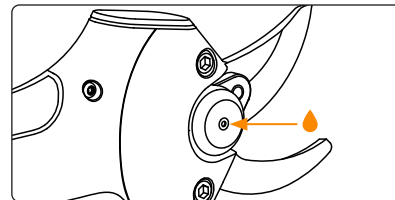

Figura 5. Localização do orifício de lubrificação.
- As lâminas de corte e as inferiores devem ser lubrificadas regularmente, colocando massa universal no orifício de lubrificação (pequeno entalhe no eixo, como se vê na Figura 5).